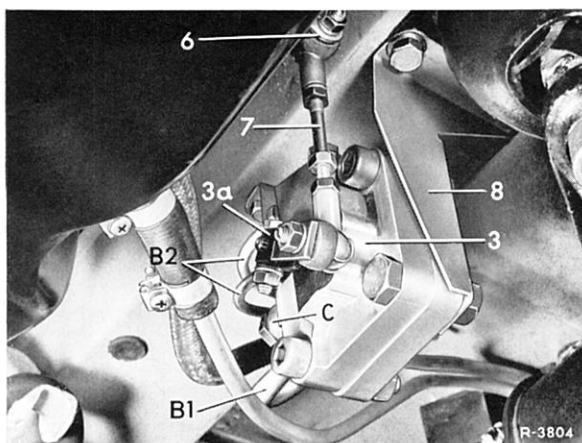

Bild 32-12/1
5 Ist eine Korrektur des Niveaus notwendig, Verbindungsstange (7) am Niveauregler aushängen (Bild 32-12/1).